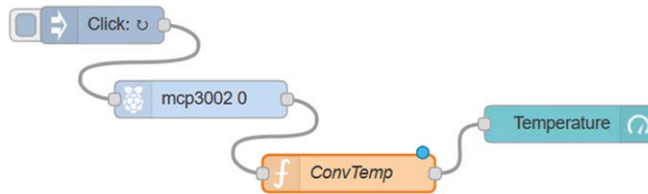
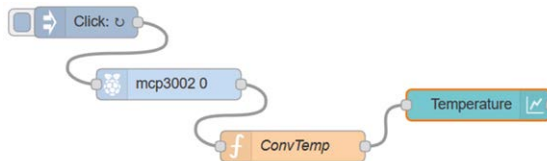
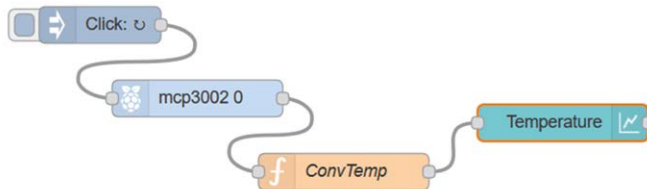

Figure 8.3 Programme de flux du projet
Figure 8.7 Programme de flux de l'exemple
Figure 8.10 Programme de flux de l'exemple
Programme de flux Node-RED : La figure 8.3 montre le programme de flux qui se compose de 4 nœuds : **injecter** nœud, un **Convertisseur A/D** noeud, un **fonction** nœud et un **jauge** noeud.
- Créer un **jauge** nœud et connecter tous les nœuds ensemble comme indiqué à la figure 8.3. Configurer le nœud comme suit :
Le programme de flux est le même que dans la figure 8.3, mais le **jauge** le nœud est remplacé par un **graphique** nœud et un **Graphique linéaire est choisi comme indiqué à la figure 8.7.**
Le programme de flux est le même que dans la figure 8.3, mais le **jaug** le nœud est remplacé par un **graphique**. On choisit un graphique à barres comme indiqué sur la figure 8.10.